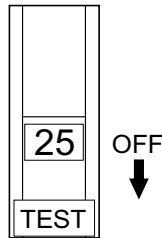

Figure 18. Disjoncteur c.a. (OFF)
2. Ne démarrez **JAMAIS** le moteur lorsque le disjoncteur c.a. est en position **ON**. Placez toujours le disjoncteur c.a. (Figure 18) en position **OFF** avant de commencer.